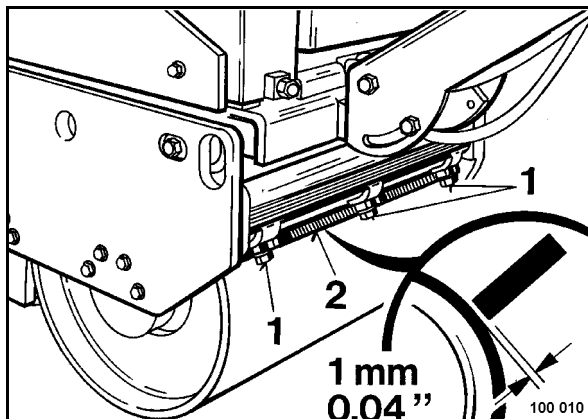

Рис. 88
- Ослабить все три винта с шестигранной головкой 1 (Рис. 88) на креплениях.
- Выровнять скребки (2) на расстоянии около 1 мм параллельно ободу.